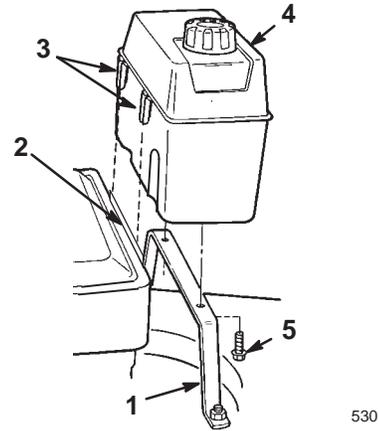

Figure 3
1. Débloquez les deux vis auto-taraudeuses au bas du réservoir de carburant et enlevez-les (Fig. 3).
2. Accrochez les clips en plastique situés à l'avant du réservoir sur le support du réservoir (Fig. 3).
3. Fixez le réservoir de carburant sur sa base à l'aide des 2 vis autotaraudeuses (Fig. 3). **Ne serrez pas la vis excessivement.**